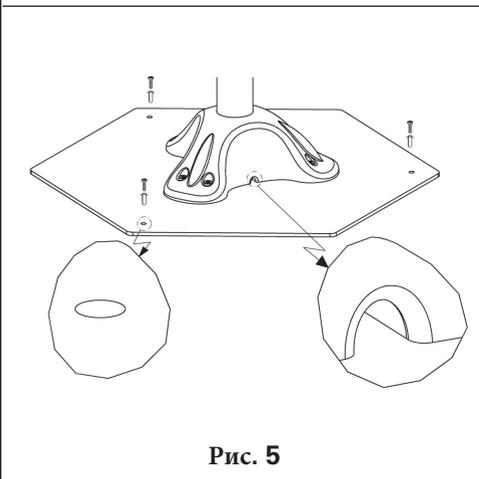

Рис. 5
- Через низ (арт. 769) в следующей последовательности:открутите 6 болтов в основании и протащите шнур питания через пластиковое основание и через полюс до основания аппарата и соединит шнур питания , как указано выше. Затяните болты на основании, но будьте осторожны, чтобы шнур не был заблокирован в отверстии как на рис. 5
Если существует риск того, что прибор упадет, крепко зафиксируйте его. Например, основание может быть прикреплено к полу благодаря трем отверстиям (рис. 5).